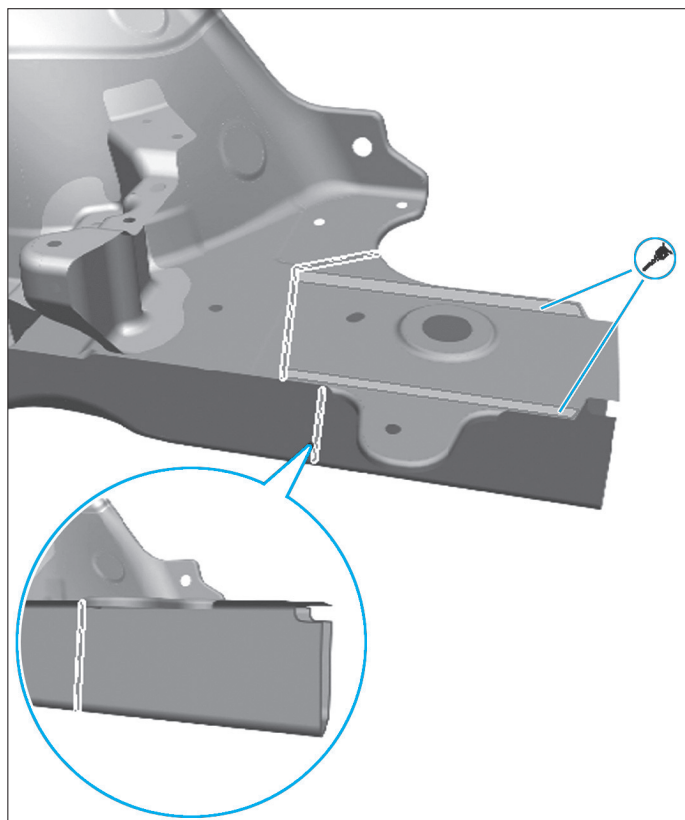

FIG. 20
- Tracer les lignes de coupe comme représenté sur la figure et procéder au découpage (Fig.20).